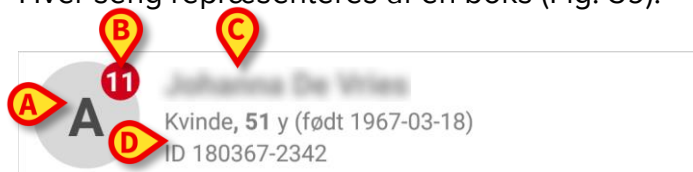

Fig. 59
Hver seng repræsenteres af en boks (Fig. 59).
- sengens nummer (Fig. 59 **A**);
- antallet af udløbne meddelelser (hvis de foreligger – Fig. 59 **B**);
- navnet på patienten i den respektive seng (Fig. 59 **C**);
- patientens data (hvis tilgængelige: køn, alder, fødselsdato, patient-ID – Fig. 59 **D**).